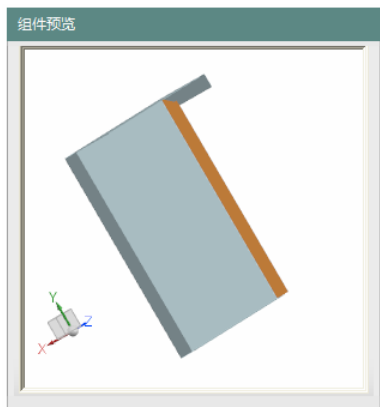
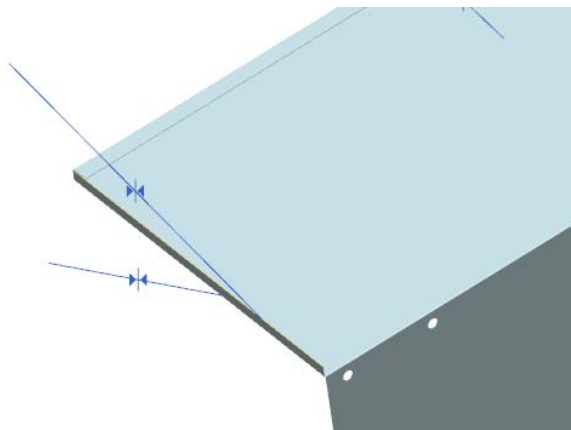

图 11-260 选择相配部件
图 11-261 选择基础部件
(4) 在“装配约束”对话框中,选择“距离”类型,在视图区选择相配部件和基础部件,如图 11-260 和图 11-261 所示。